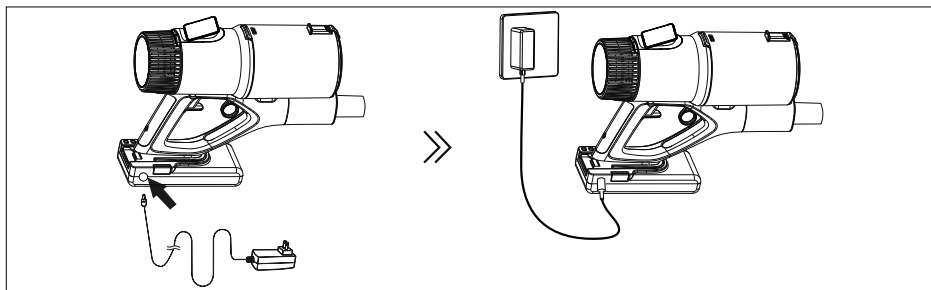

Abb. 3 – Am Gerät aufladen
2. Laden Sie Ihren Staubsauger mit dem mitgelieferten Steckernetzteil (8) auf (**siehe Abb. 3**). Die Ladedauer beträgt ca. 4-5 Stunden.